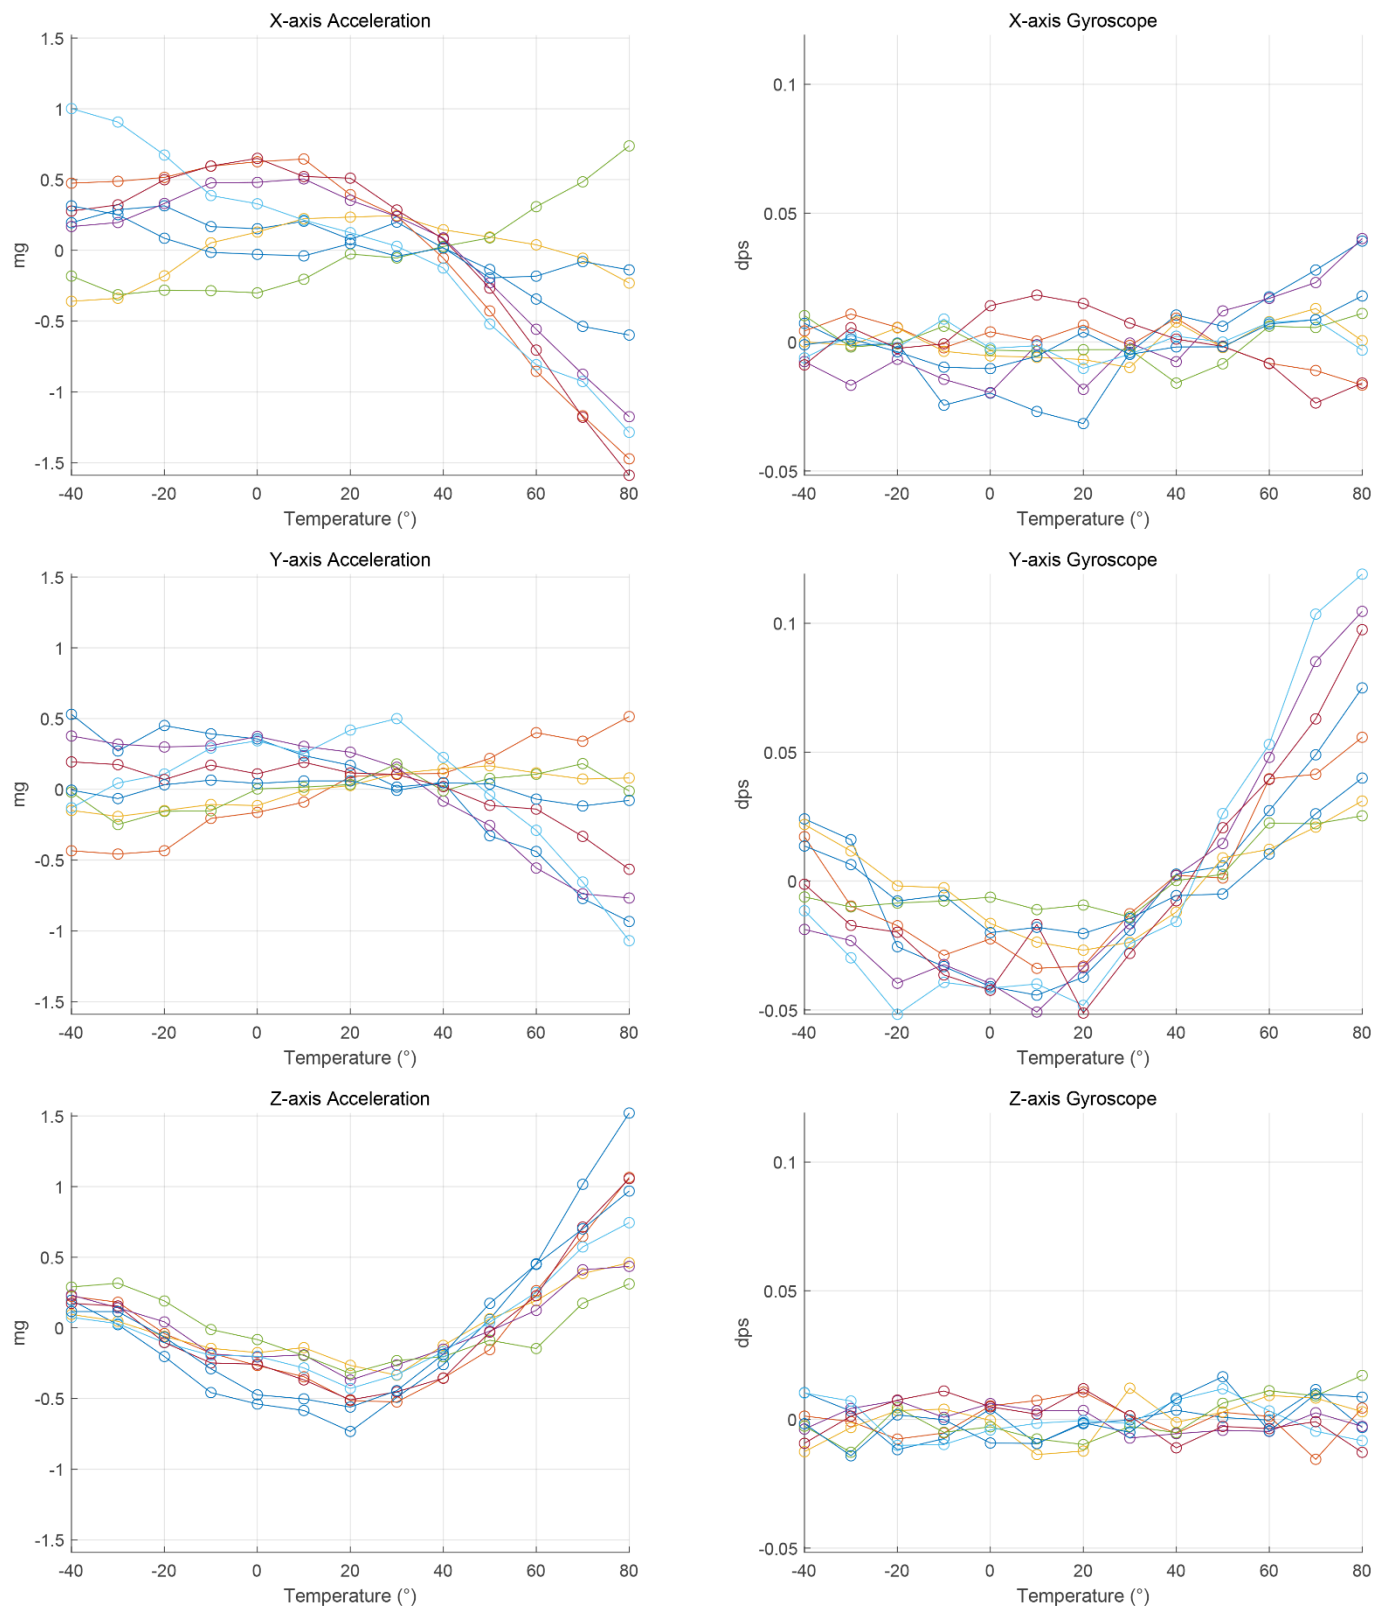

Figure 9: Accelerometer and Gyroscope Temperature Compensated Curve
- Note4: 超核实验室温箱转台测得，温升斜率小于 3℃/min，详细数据参考 Figure 9 温补曲线
- Note3:** 超核实验室温箱转台测得，温升斜率小于 3℃/min，详细数据参考 Figure 9 温补曲线